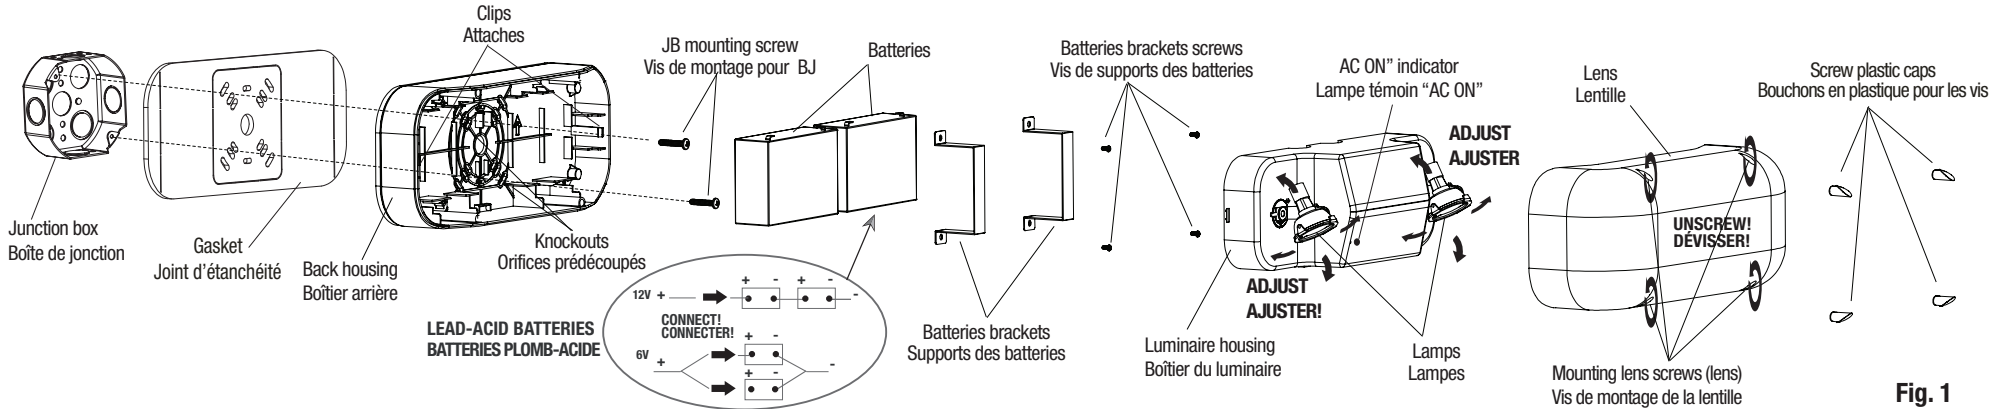

Fig. 1
3. Remove the lens, the luminaire housing and the batteries (detach the two brackets by unscrewing the four screws (use screwdriver PH2X))(see Fig. 1).
4.a For installation on the junction box only (Fig.1), break through appropriate knockouts into the back housing. Paste properly the gasket on the back of the unit and route wires through the central hole.
6.a For installation on the junction box only (Fig.1), use the two screws to mount the back housing to the surface over the recessed junction box. Tighten the screws enough to compress the gasket to ensure a good sealed joint. (use screwdriver PH2X).
3. Enlever la lentille, le boîtier du luminaire et les batteries (détacher les supports de fixation en dévissant les 4 vis (utiliser le tournevis PHx2) (voir la Fig. 1).
4.a. Pour l'installation sur une boîte de jonction seulement (Fig. 1), défoncer les orifices prédécoupés appropriés dans le boîtier arrière. Coller correctement le joint d'étanchéité à l'arrière de l'unité et passer les fils électriques par l'orifice central.
- color) of the battery (see Fig. 1 detail).